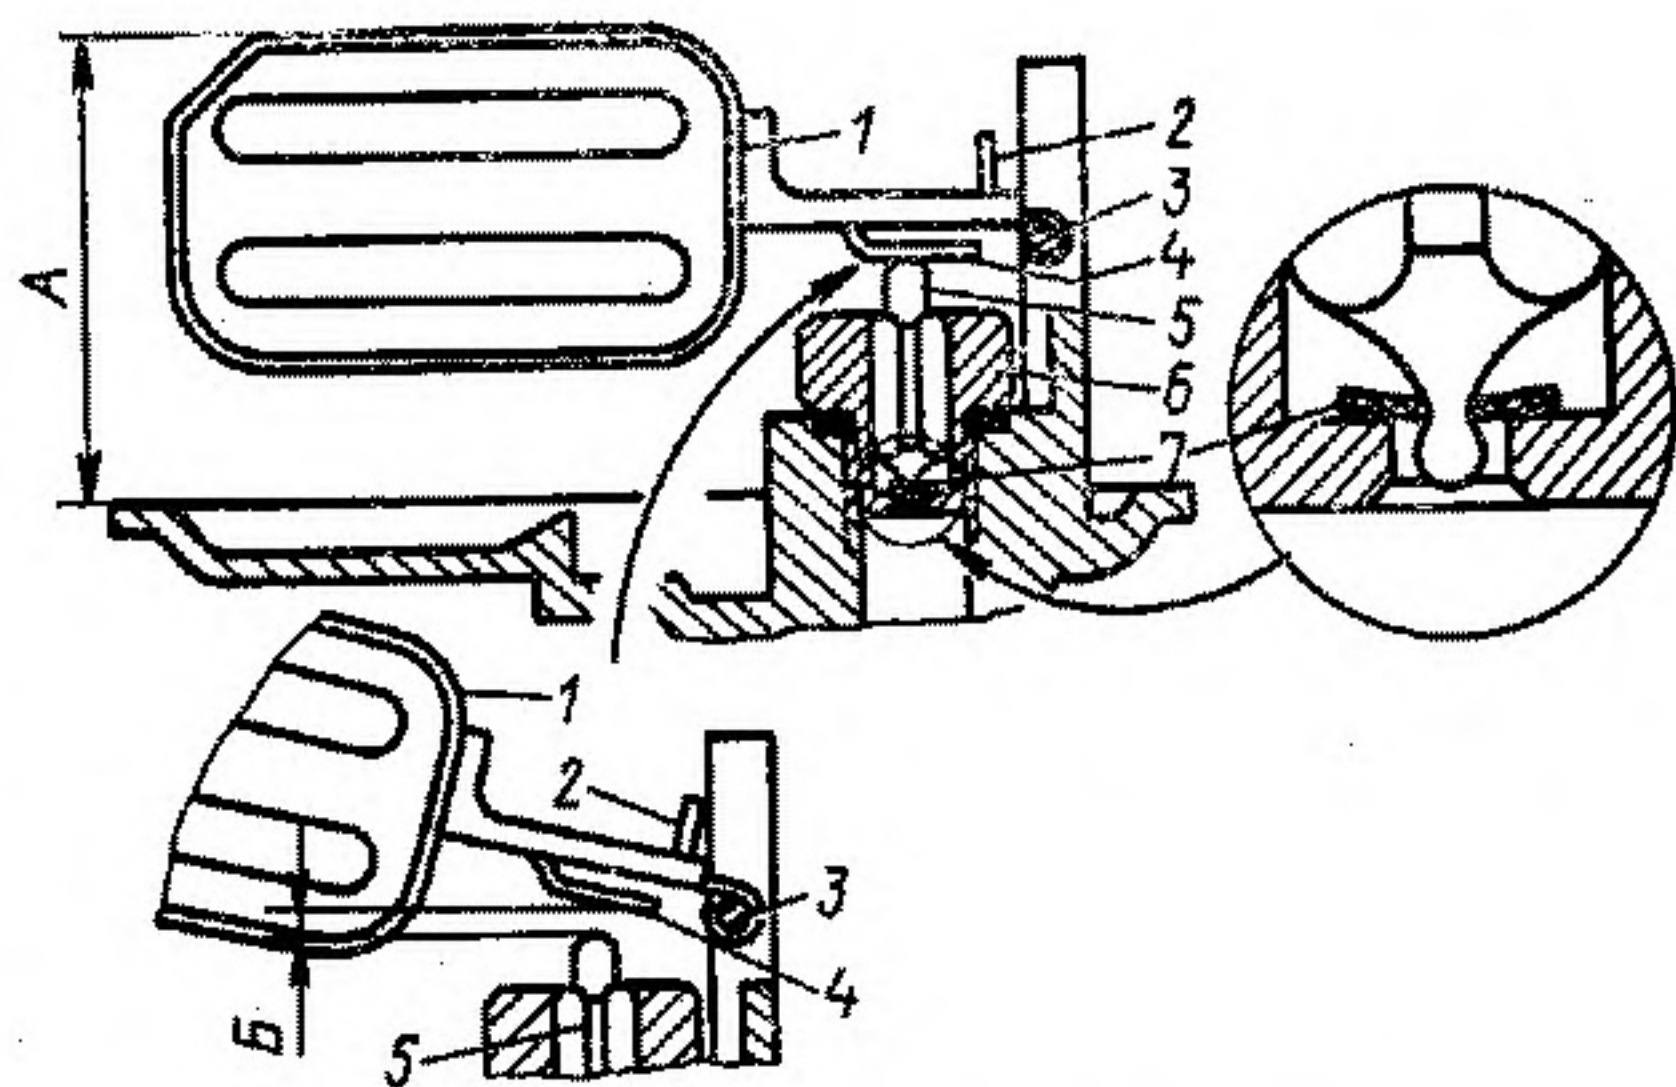

Рис. 25. Поплавковый механизм карбюратора:
2. Создать разрежение в 1 м водяного столба, при этом уровень воды в контрольной трубке 2 за 30 с не должен уменьшаться более чем на 10 мм. Если топливный клапан негерметичен, заменить уплотнительную шайбу 7 (рис. 25).
При перевернутой крышке карбюратора расстояние А (рис. 25) должно быть 40 мм. Регулировать подгибанием язычка 4, упирающегося в торец иглы 5 клапана.